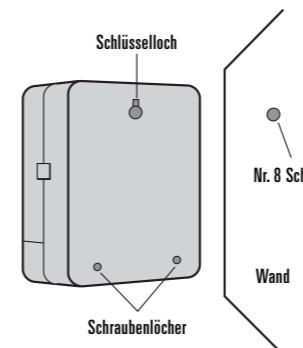

Abbildung 23: Montieren der Bewässerungsuhren
- Aufhängeloch auf der Rückseite der Bewässerungsuhren über die vorstehende Schraube schieben. [Siehe Abbildung 23]